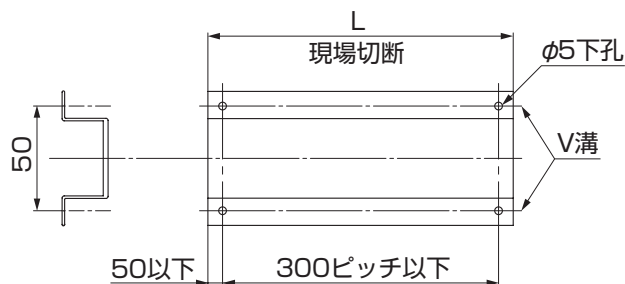

図6-4 EX面デッキ根太Eの加工内容
- ①EX面デッキ根太Aを切断し、大引き上面に、【5-1】で固定してください。
- ②EX面デッキ根太Eを切断し、φ5の下孔をあけてください。（図6-4参照）
- ③EX面デッキ根太Eを固定する位置にφ2.5の下孔をあけてください。
- ④EX面デッキ根太Eを床板上面に、【6-1】で固定してください。